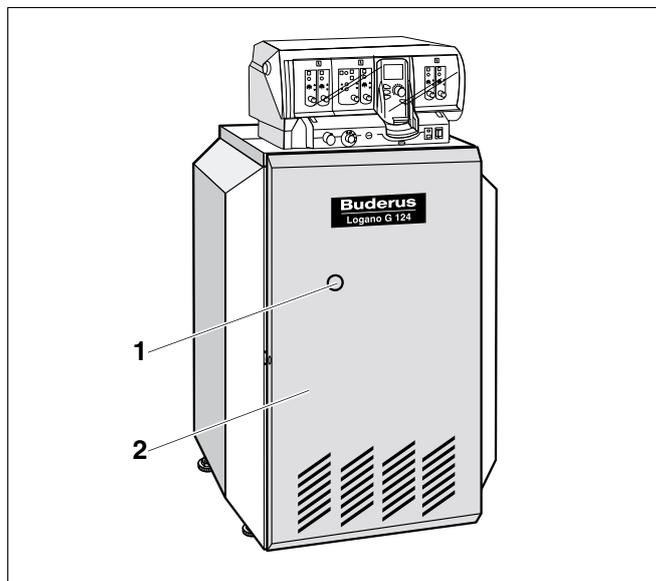

Рис. 5 Устранение неисправностей горелки
При возникновении неисправности горелки на отопительном котле загорается сигнальная лампочка (рис. 5, поз. 1).
- Нажмите кнопку подавления помех на горелке (рис. 5, поз. 1) через отверстие в ее кожухе.